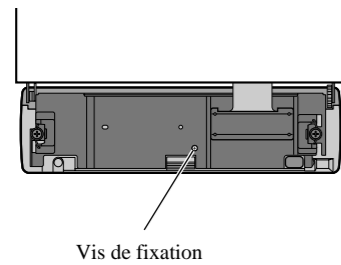

Fig. 13
**À propos des vis de fixation de la face avant (Fig. 13)**